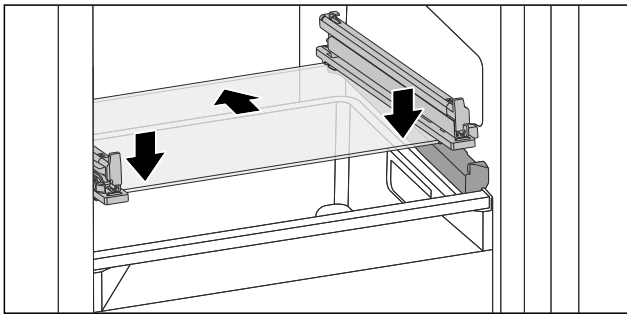

Fig. 71 Glasplatte des abklappbaren Schubfachs
- ▶ Glasplatte schräg hinter den Stopperrinnen aufsetzen. (siehe Fig. 71)